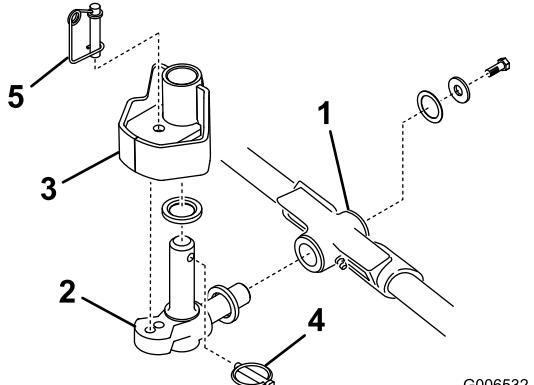

Figure 13
1. Montez une rondelle de butée sur l'axe horizontal du pivot comme montré à la Figure 13.
2. Insérez l'axe horizontal du pivot dans le tube de montage du bâti porteur (Figure 13).
3. Fixez le pivot au bâti porteur avec une rondelle de butée, une rondelle plate et une vis à embase (Figure 13).
4. Insérez une rondelle de butée sur l'axe vertical du pivot (Figure 13).
5. S'il a été déposé, insérez l'axe vertical du pivot dans le moyeu de pivot du bras de levage (Figure 13).
7. Insérez la goupille à anneau dans le trou transversal de l'axe de pivot (Figure 13).
- Remarque:** Si une position de plateau de coupe fixe est requise, insérez la goupille de blocage de direction dans le trou de fixation du pivot (Figure 13).
13. Accrochez le ressort autour du bas de la goupille de blocage de direction (Figure 13).